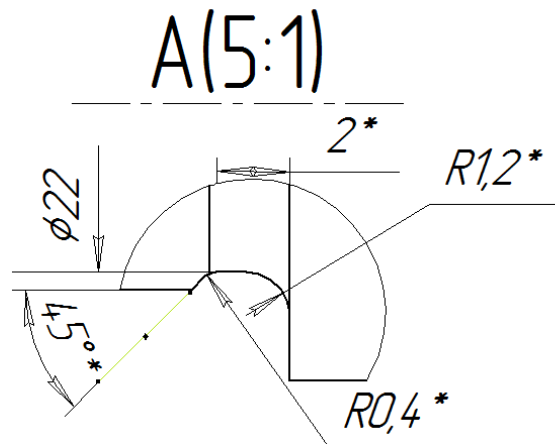

Рис. 5.18
23. Откройте раздел «**Размеры**» в компактной панели и с помощью инструмента «**Линейный размер**», проставьте размер «2*» (рис. 5.18) (знак «*» вводится с клавиатуры). Далее с помощью этого же инструмента проставьте размер « $\varnothing 22$ » (рис 18). Для этого выберите первую точку на линии, до которой показан размер, вторую точку выберите произвольно, затем в свойствах инструмента во вкладке параметры выберите вид второй стрелки «Без стрелки», после чего выключите вторую выносную линию, нажав на кнопку рядом. Затем вынесите размер на нужное расстояние, и в окне редактирования размерной надписи, отключив автоматическое заполнение значения, выберите знак « \varnothing » (диаметр) и введите вручную «22». Далее закройте инструмент, выберите инструмент «**Радиальный размер**», в свойствах инструмента, во вкладке «**Параметры**», в поле «**Размещение текста**» выберите пункт «**На полке вправо**», после чего выберите нужное скругление щелчком левой клавиши мыши, далее вторым щелчком разместите полку с текстом размера. По-